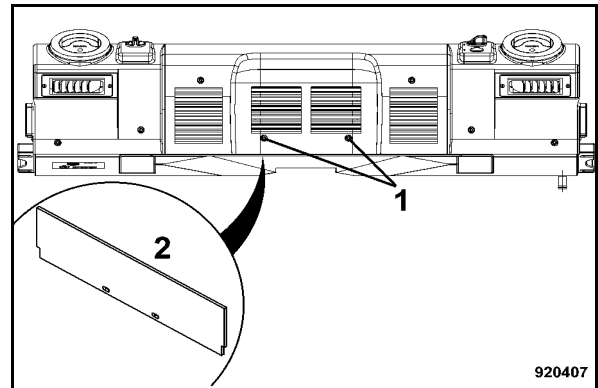

fig. 151
- Dévisser les vis (1) (fig. 151).
- Extraire le filtre (2) par le bas.